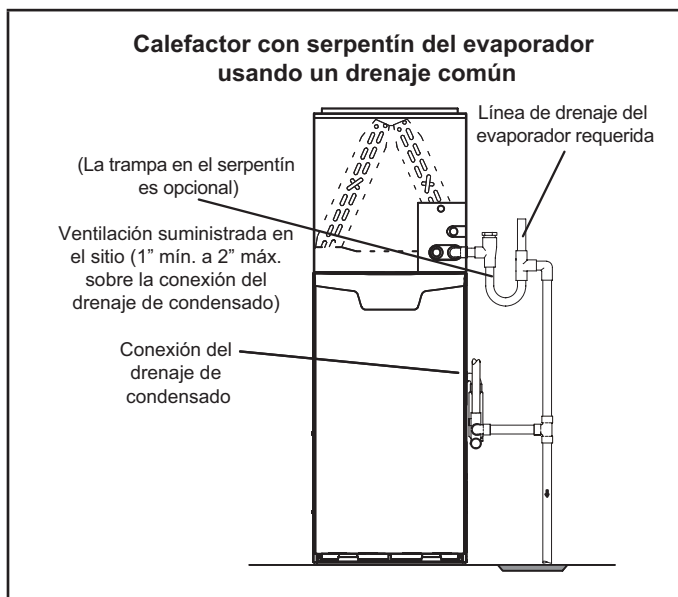

Figura 52
- 5 - Las Figuras 49 y 51 muestran el calefactor y el serpentín del evaporador usando un drenaje separado. Si es necesario, la línea de condensado del calefactor y del serpentín del evaporador se pueden drenar juntas. Ver las Figuras 50, 52 y 53. Calefactor de flujo ascendente (Figura 52) - En aplicaciones del calefactor de flujo ascendente, la ventilación proporcionada en el sitio debe ser de un largo mínimo de 1" hasta un largo máximo de 2" arriba de la conexión de la salida de drenaje de condensado. Cualquier largo de más de 2" puede inundar el intercambiador de calor si la línea de drenaje primaria combinada tuviese una restricción. Calefactor horizontal (Figura 53) - En aplicaciones del calefactor horizontal, la ventilación proporcionada en el sitio debe ser de un largo mínimo de 4" hasta un largo máximo de 5" arriba de la conexión de la salida de drenaje de condensado. Cualquier largo de más de 5" puede inundar el intercambiador de calor si la línea de drenaje primaria combinada tuviese una restricción.